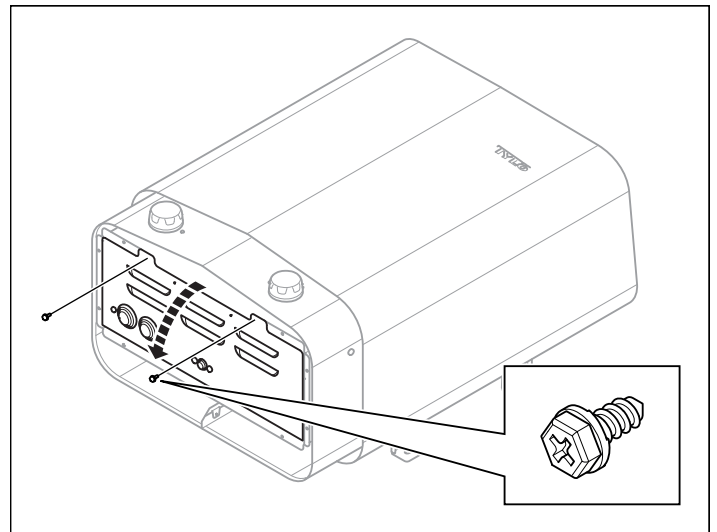

Abb. 5: Öffnen/Schließen der Abdeckung
2. Lösen Sie die Schrauben und öffnen Sie die Abdeckung, siehe Abb. 5.
4. Schließen Sie die Abdeckung und drehen Sie die Schrauben ein, siehe Abb. 5.